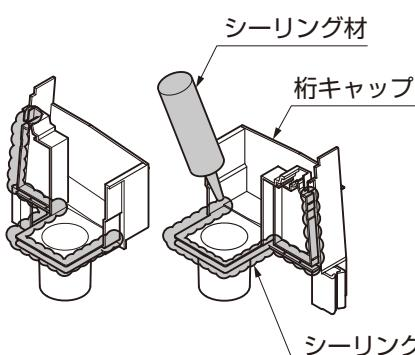

図4-9
- A部のミゾは、シーリングで埋めないようにしてください。(図4-9参照)